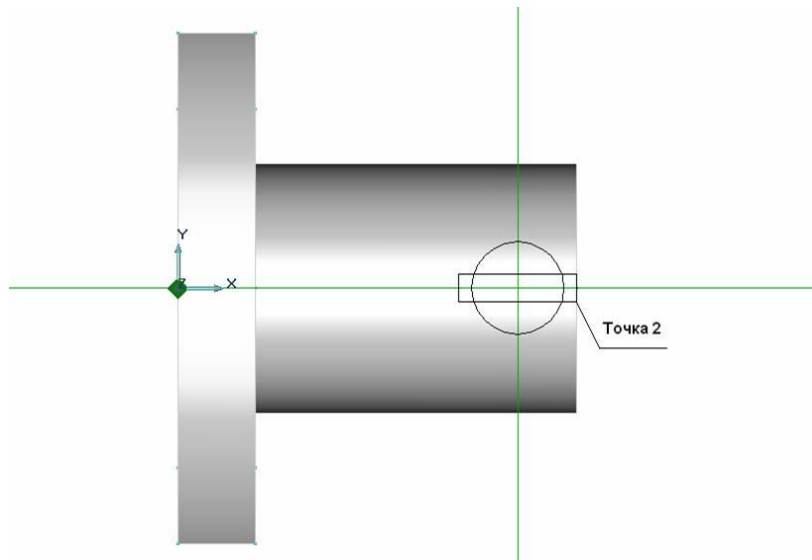

Рисунок 2.14 – Побудова контуру
20. Натисніть клавішу <2> і натисніть клавішу <Пробел>, а потім клавішу <Esc> (рис. 2.14).